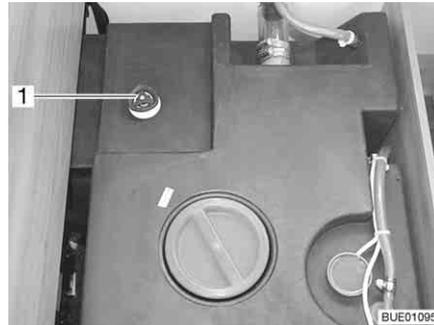

Fig. 203 Reservatório da água com manípulo rotativo
- No reservatório da água, gire o manípulo rotativo (Fig. 203,1) em sentido contrário ao dos ponteiros do relógio para lá da resistência até ao encosto, para abrir completamente o orifício de esvaziamento.